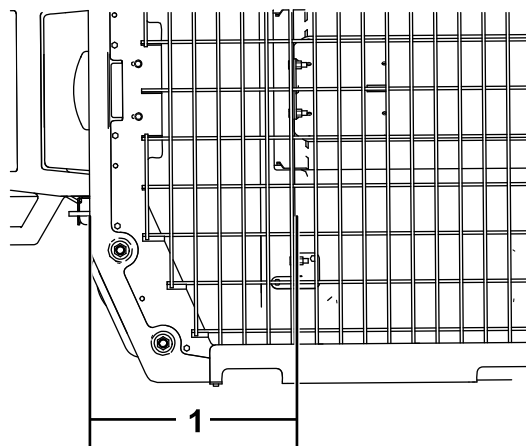

**Figure 13**
1. Mesurez la distance entre la glissière et l'extrémité du couvercle (Figure 13).